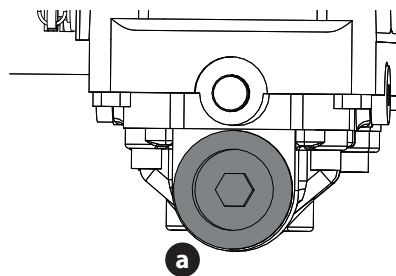

Figure 37
2. Placez un récipient approprié sous le bouchon de vidange (a) de la transmission. Retirez le bouchon de vidange (a) et laissez l'huile de transmission s'écouler. (Figure 37).